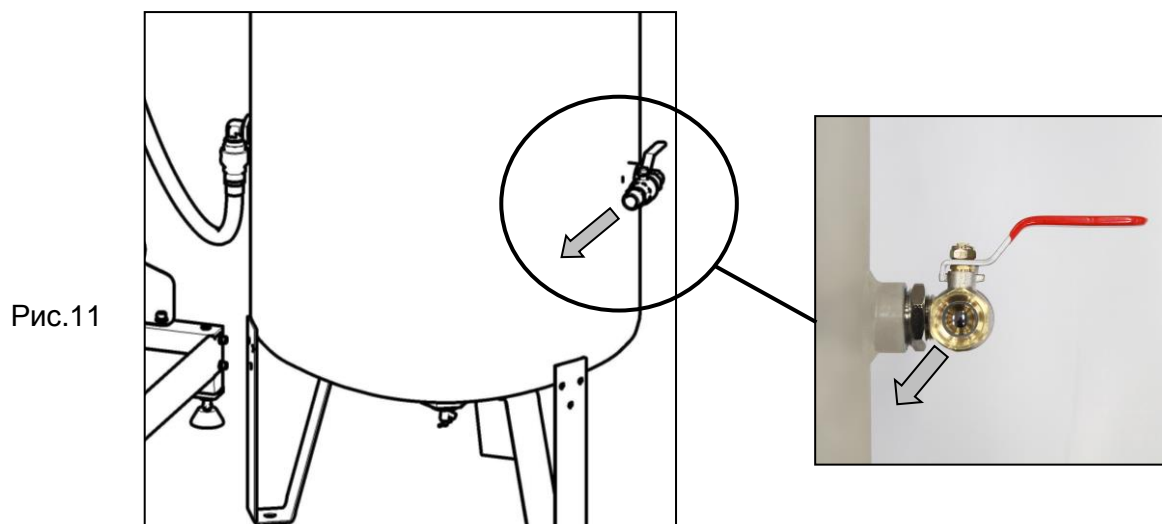

Рис.11
- На выходе сжатого воздуха из ресивера установлен концевой шаровый клапан с резьбой G3/4" (рис. 11)